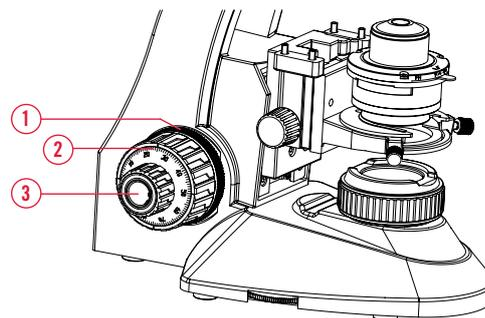

Abb. 4
- Die Gängigkeit des Grobtriebs (Abb. 4) ist ab Fabrik eingestellt, kann aber nach Bedarf neu eingestellt werden (siehe Abb. 4, Nummer 1).